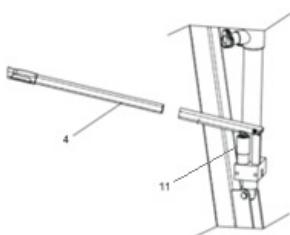

Fig. 6
1. Trageți mânerul și introduceți mânerul (4 - Fig.6) în cilindru (11 - Fig.6), așa cum se arată mai jos.